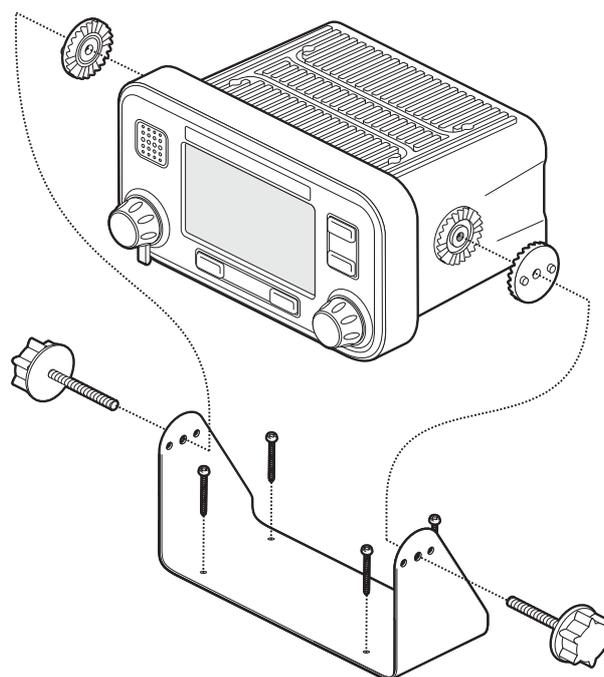

Figure 35 Installation de l'émetteur SIA
- L'émetteur est fourni avec quatre vis autotaraudeuses pour être installé sur une surface adaptée à l'utilisation d'une bride de tourillon. Veuillez consulter Figure 35 pour plus d'informations.